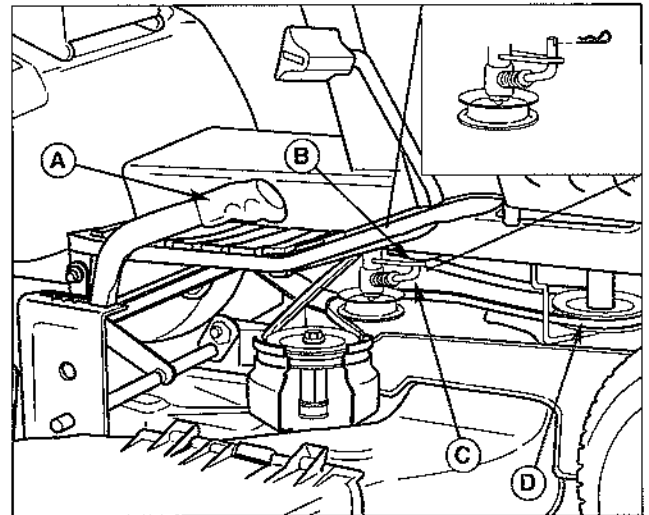
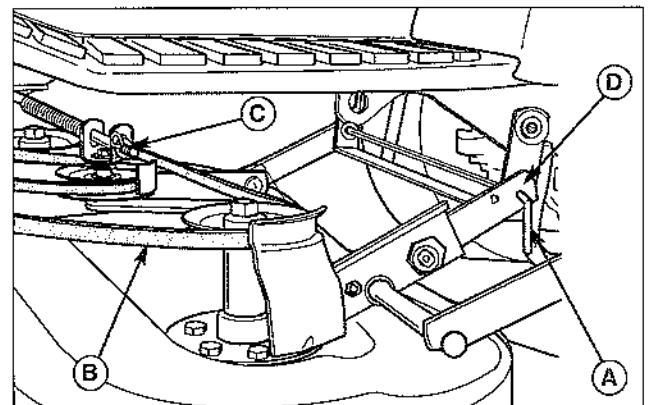

Figure 4. Tondeuse - Côté droit
Figure 5. Tondeuse - Côté gauche (tondeuse de 97 cm en illustration)
2. Mettre la tondeuse sur la position de coupe la plus basse, à l'aide du levier de réglage de hauteur (A, Figure 4).
3. Retirer la courroie de la tondeuse de la poulie de moteur (D, Figure 4) en pliant légèrement en arrière le guide de la courroie de moteur, puis en dégageant cette dernière de la poulie.
4. Retirer le clip en épingle de la tringle d'embrayage (C, Figure 4).
5. Retirer la tringle d'embrayage (C) du bas du levier de PDF (B). Remettre en place le clip retiré à l'étape précédente.
6. Retirer le clip en épingle de la longue tige d'attelage (A, Figure 5).
7. Retirer la tige d'attelage (A, Figure 5) de la tondeuse.
4. Diriger les roues tout droit et aligner les supports de fixation arrière (D, Figure 5).
6. Passer la longue tige d'attelage (A, Figure 5) dans les supports de fixation arrière. Verrouiller en place à l'aide d'un clip en épingle.
8. Relier la tringle d'embrayage (C, Figure 4) au bas du levier de PDF (B). Verrouiller en place à l'aide d'un clip en épingle (voir encadré de la Figure 4).